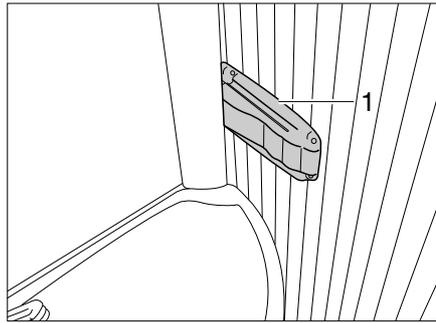

Bild 239 Vario-Toilette, Arretierung der Duschwand
- Arretierung (Bild 239,1) rechts am Waschbeckenrand eindrücken und am Waschbecken leicht ziehen. Das Waschbecken bewegt sich mit der Rückwand nach vorne.